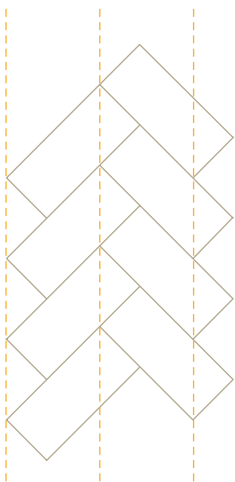

Abb. 2: Erste Reihe mit Hilfslinien.
- ❗ Achten Sie darauf, die erste Reihe korrekt und rechtwinklig zu verlegen, da das für das Verlegen der übrigen Dielen und das endgültige Ergebnis entscheidend ist. Verwenden Sie Hilfslinien, um die Richtung zu halten, da sich kleine Ungenauigkeiten auf den übrigen Boden auswirken. Siehe Abb. 2.